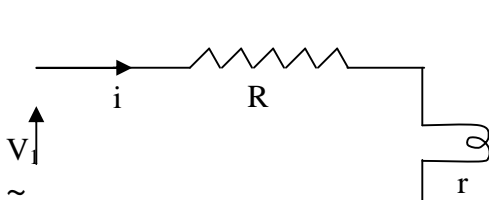

Figure 1
**1er cas (figure1)** : La lampe est reliée à la source par l'intermédiaire de la résistance ; elle ne brille pas car la chute ohmique à travers  $R$  est trop importante.